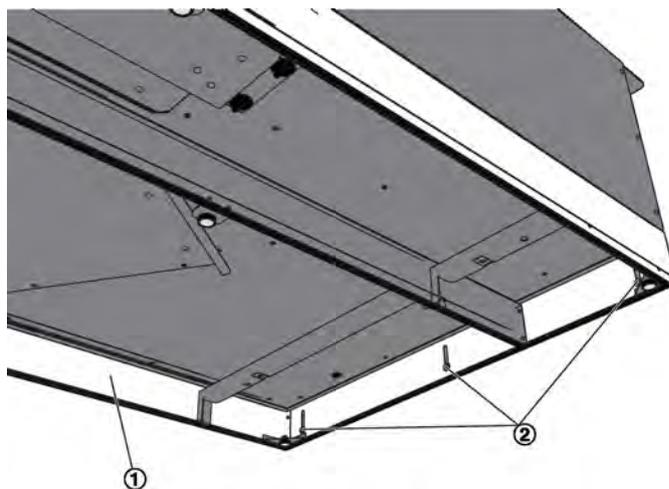

Abb. 7: Rahmen Verstellung
2. ▶ 6 Schrauben (Abb. 7 /2) an beiden Seiten des Rahmens (Abb. 7 /1) lösen. Rahmen entsprechend Decke anpassen und Schrauben wieder festziehen.